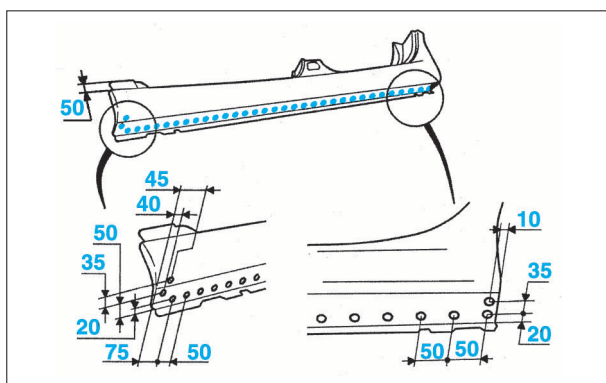

FIG. 55
- Percer à 6,5 mm pour le soudage ultérieur par bouchonnage (Fig.55).